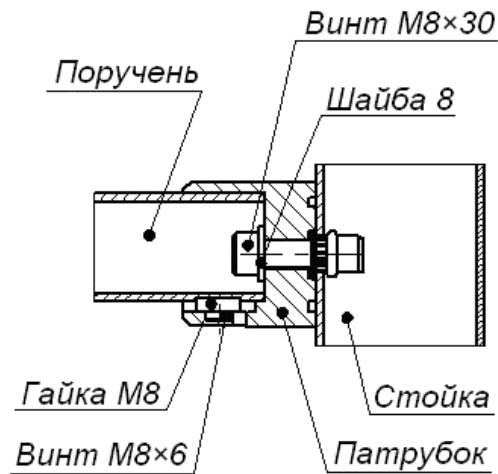

Рисунок 9. Схема крепления поручней к вертикальным стойкам с использованием прямого патрубка типа PERCo-BH02 0-10
2. На обеих стойках секции закрепите винтами М8х30 по два патрубка для крепления поручней (см. рис. 9, 10). Винты входят в комплект поставки патрубков.